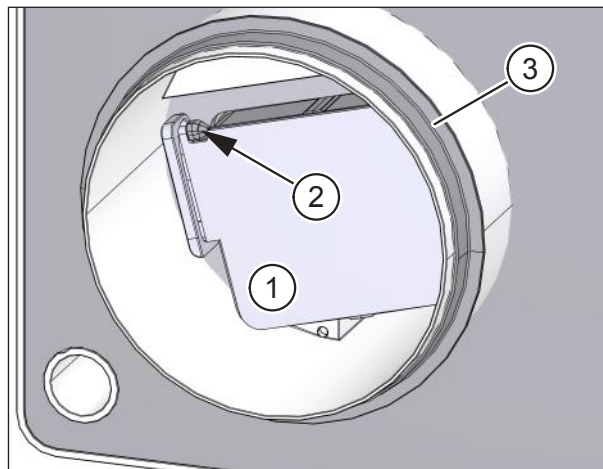

Рис. 32: проверить воздушную заслонку на вытяжном патрубке
- ▶ Убедитесь в том, что воздушный клапан (поз. 1 на рис. 32) на вытяжном патрубке находился точно в креплении (поз. 2 на рис. 32).
- Для облегчения монтажа установки (см. раздел 11.6 на стр. 35) можно нанести моющее средство или вазелин на уплотнители (поз. 3 на рис. 32) на вентиляционных патрубках.